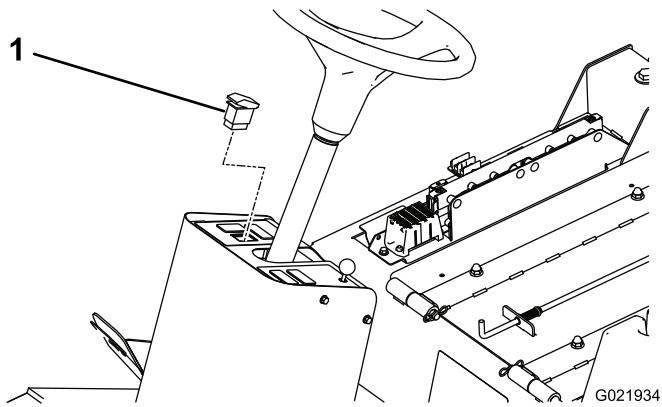

Figura 3
- Instale o interruptor do sinal luminoso no orifício do painel de instrumentos da coluna de direcção (Figura 3). O interruptor das luzes de mudança de direcção é um interruptor On-Off-On (Ligado-Desligado-Ligado).